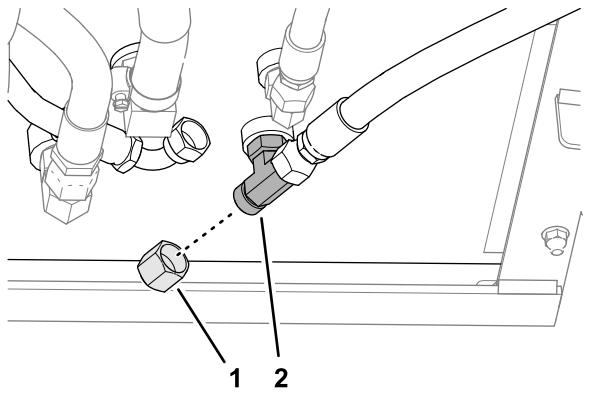

図 67
2. 図 67図に示すように、キャップをT字継手に取り付けます。